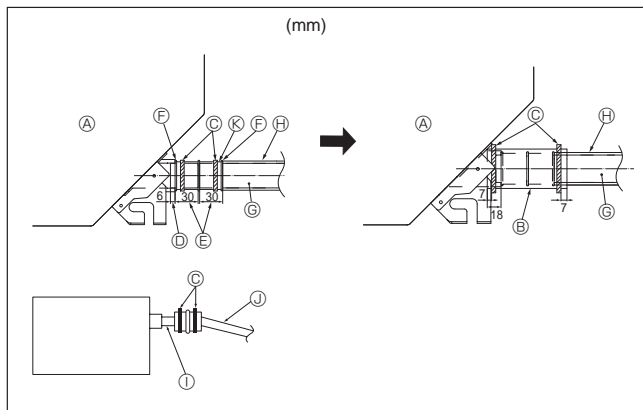

Fig. 5-2
1. Die Ablassmuffe (mit der Anlage geliefert) an den Dränageauslaß anschließen. (Fig. 5-2) (Das Rohr mit PVC-Kleber ankleben und dann mit einem Band sichern.)